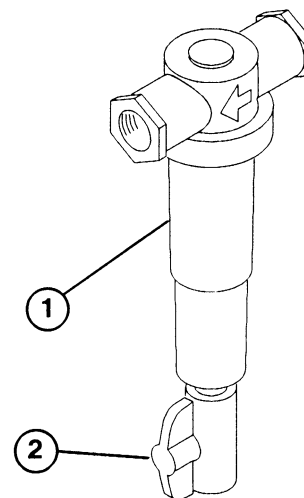

Fig. 11
7. Hvis man ønsker det, kan ventilen på for-filteret (Fig. 11) åbnes en smule for at få konstant gennemskylning under maskinens funktion.